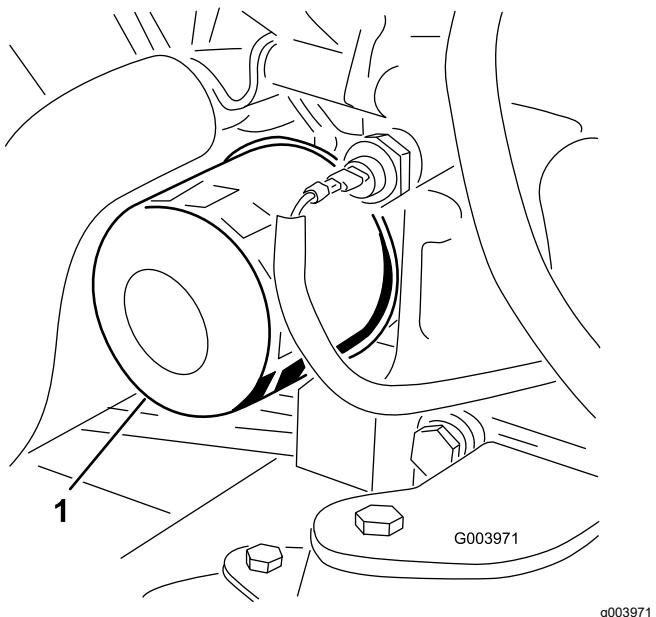

**Рисунок 53**
1. Снимите маслосливную пробку (Рисунок 53) и дайте маслу стечь в сливной поддон.